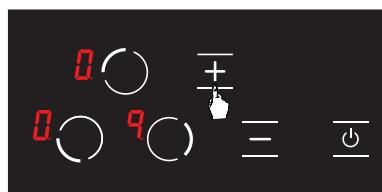

Abbildung 12
2. Die Kochstufe des entsprechenden Herds wird mit der **+** Taste als **R** eingestellt. (siehe Abb. 12)